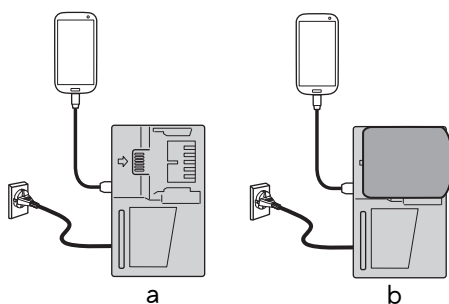

图 39
- 将 USB 设备插入插座进行充电（图 39-a）。
- 将 USB 设备和电池插入插座进行充电。（图 39-b）